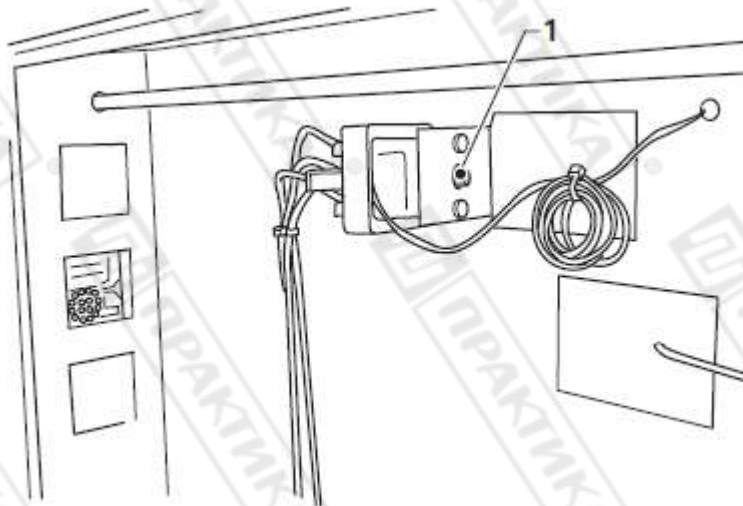

Рисунок 15.
**УСТРОЙСТВА ОБЕСПЕЧЕНИЯ БЕЗОПАСНОСТИ (Рис. 15).**